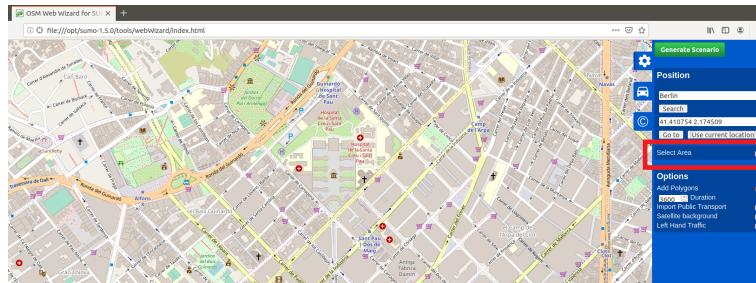
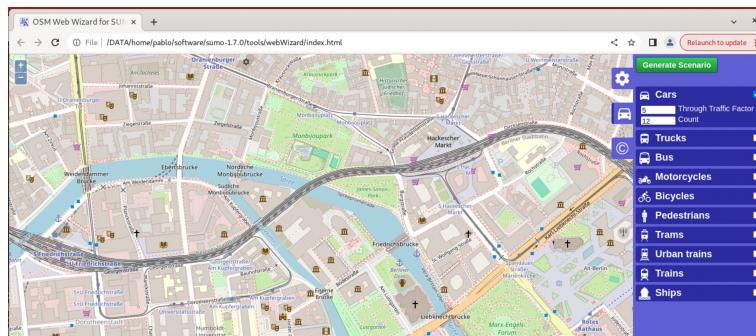

Figure 2.1: osmWebWizard tool.
Figure 2.2: osmWebWizard tool.
Se abrirá un navegador web con el mapa de OSM (ver Fig. 2.1). Se puede modificar la ubicación (e.j., Quito). Podemos seleccionar la opción *Seleccionar Área* o simplemente el mapa en pantalla será el mapa que se exporte. De igual manera, podemos marcar la opción *Add Polygons* si necesitamos generar el archivo de polígonos (opcional). En el icono del carro, nos aparece un segundo menú que nos permite configurar el número de vehículos en la simulación, así como otro tipo de vehículos (ver Fig. 2.2).
2. Una vez presionemos en *Generate Scenario* (botón verde en Fig. 2.1), podemos mirar en consola los comandos que se ejecutan automáticamente. Finalizado el proceso, se nos presenta un resumen en consola y se agrega una carpeta dentro del directorio `/opt/sumo/tools/` cuyo nombre corresponde a la fecha en la que se generaron los